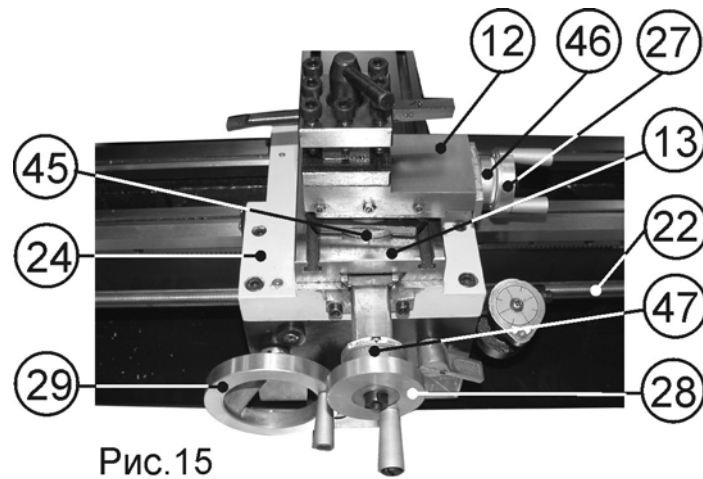

Рис.15
**10.3. Точение (Рис. 15)**
10.3.1. Установка и подача резца в продольном направлении станины (20) станка, Рис.2, производится вращением маховика ручной подачи каретки (29), Рис. 15.
10.3.2. Точная установка и подача резца в продольном направлении производится маховиком подачи (27) поворотного суппорта (12), установленного параллельно ходовому винту подачи каретки (22), что соответствует совмещению метки на поперечном суппорте (13) и нулевой отметки шкалы (45) поворотного суппорта (12), Рис.15.
10.3.3. Расстояние прохождения резца контролируется по шкале лимба (46), (1 деление = 0,025мм), Рис. 15.
10.3.4. Установка и подача резца в поперечном направлении (установка глубины точения, торцевое точение) производится вращением маховика подачи поперечного суппорта (28), Рис. 15.
(1 деление лимба=0.025мм.), Рис. 15.
10.3.9. Обнуление лимбов (46,47) поперечного и поворотного суппортов производится вращением от руки соответствующего лимба до совмещения рисок нулевых отметок, Рис.15.